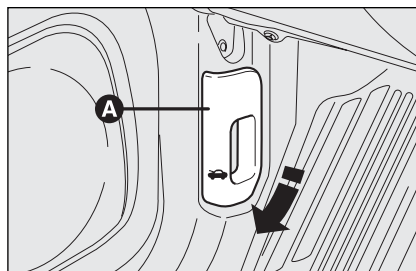

fig. 118
- ☐ puxe a alavanca **A-fig. 118** no sentido indicado pela seta;